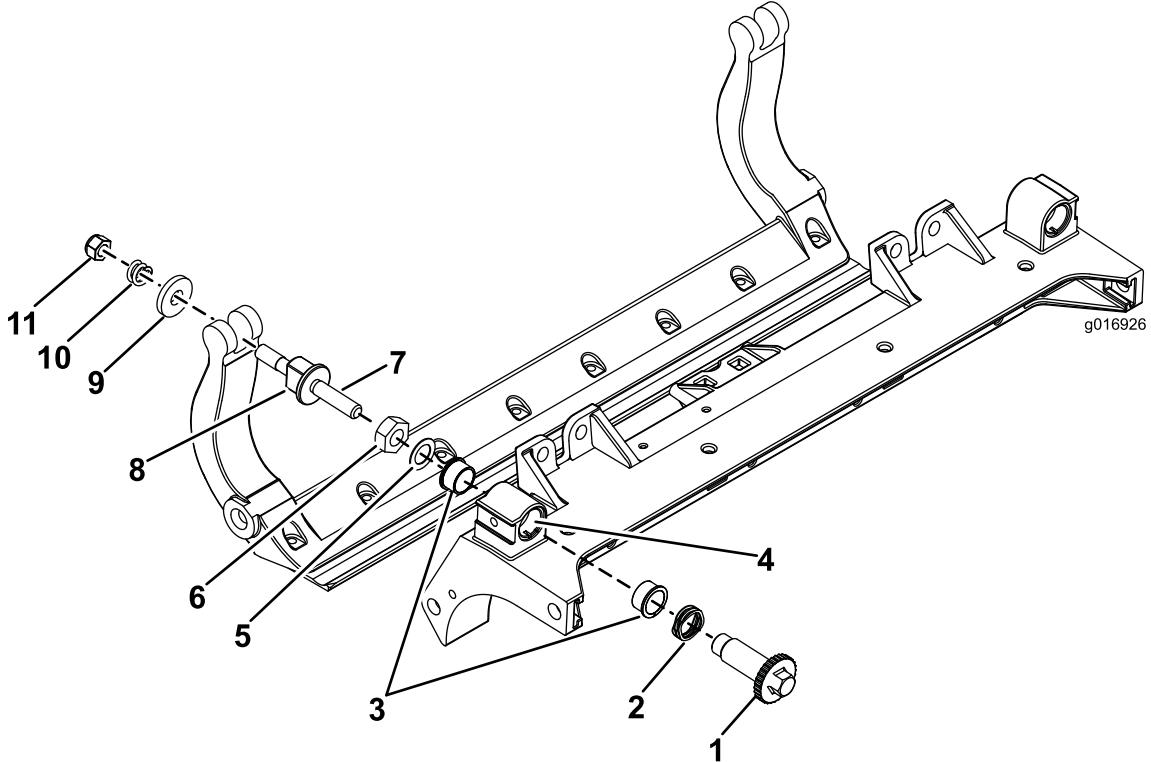

Figure 36
- Déposez toutes les pièces (voir les *Instructions d'installation* du kit DPA renforcé, modèle n° 120-7230 et Figure 36).
- Appliquez du produit antigrippant à l'intérieur du logement des bagues sur le bâti porteur du plateau de coupe (Figure 36).
- Alignez les clavettes des bagues à embase sur les fentes dans le cadre, et mettez les bagues en place (Figure 36).
- Posez une rondelle ondulée sur l'axe de réglage et insérez l'axe dans les bagues à embase sur le cadre du plateau de coupe (Figure 36).
- Fixez l'axe de réglage avec une rondelle plate et un contre-écrou (Figure 36). Serrez le contre-écrou à un couple de 20 à 27 N·m.
Remarque: Placez une rondelle en nylon de chaque côté du bossage de la plaque latérale. Placez une rondelle en acier à l'extérieur de chaque rondelle en nylon (Figure 36).